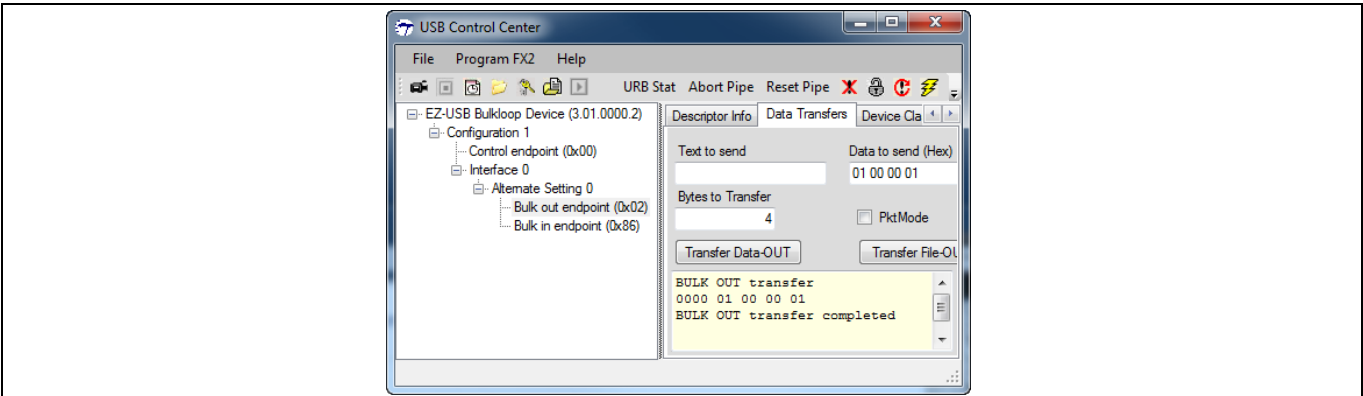

Figure 53 USB 控制中心传输数据
5. 在 **Data to send (Hex)** 文本框内输入 Figure 53 中显示的数字。